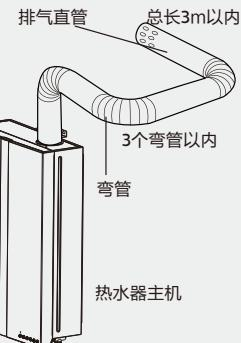

图4-1
1、必须使用本热水器所配用的专用烟管及附件，安装方法如图4-1。